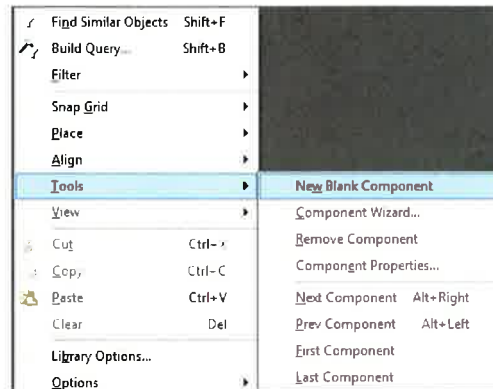

Figura 2.17: creación de nuevo componente
2. Un espacio de trabajo para un componente vacío se crea al seleccionar **Tools>> New Blank Component** [atajo: T, W] figura 2.17, sin embargo, la nueva biblioteca ya cuenta con un footprint en blanco, por lo que vamos a utilizar ese.
definir las propiedades del pad. El cuadro de diálogo que se despliega del pad, se muestra en la figura 2.17.